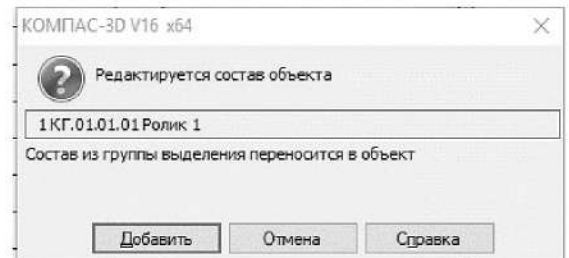

Рисунок 4.55. Окно диалога редактирования
3.3.13 В окне диалога редактирования состава объекта нажмите кнопку **Добавить** (рисунок 4.55).